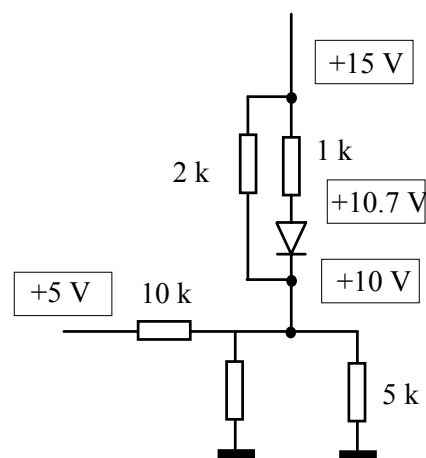

Fig. 1.32.
**P 1.3.** În circuitul din Fig. 1.32 potențialele (de curent continuu) ale nodurilor sunt încadrate în dreptunghiuri, așa cum le veți găsi și în schemele profesioniștilor; tot ca acolo, la valorile rezistențelor s-a omis simbolul  $\Omega$ . Aveți suficiente informații ca să calculați intensitățile tuturor curenților și, în plus, valoarea rezistenței necunoscute. Nu uitați să treceți pe schemă **sensurile** curenților, altfel valorile calculate nu au nici o semnificație.